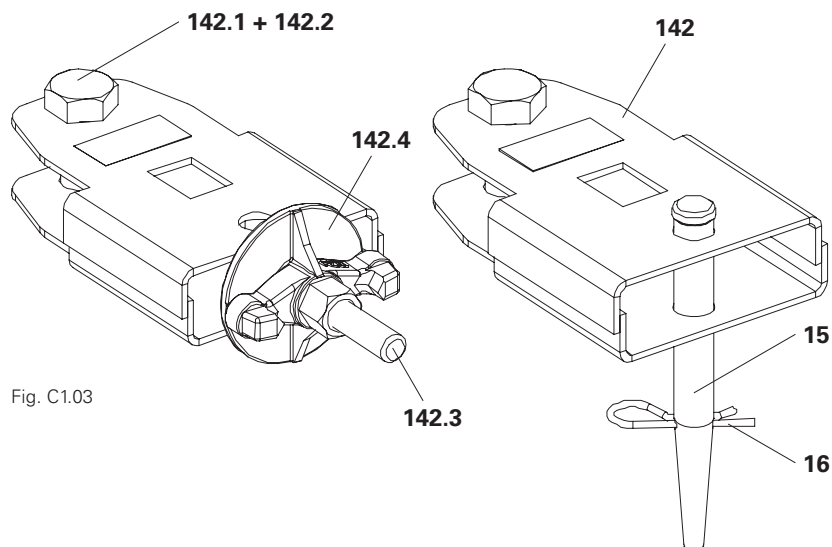

Fig. C1.03
Se la contropiastra con dado ad alette DW 15 (142.4) urta contro la trave di rinforzo, l'adattatore morsa MX/TR-SRU (142) può essere montato con perni calibrati Ø 21 x 120 (15) e inserti a molla 4/1 (16). (Fig. C1.03)